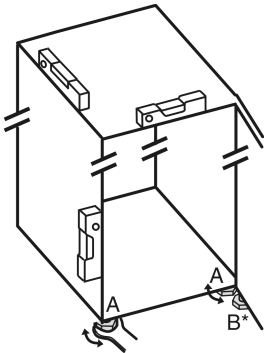

Fig. 51
- ▶ Stellfüße Fig. 51 (A) mit beiliegendem Gabelschlüssel und mit Hilfe einer Wasserwaage herausdrehen, bis das Gerät fest und ebenstehend ausgerichtet ist.
- ▶ Stellfuß Fig. 51 (B) am Lagerbock mit beiliegendem Gabelschlüssel herausdrehen, bis er auf dem Boden aufliegt.
- ▶ Stellfuß Fig. 51 (B) um 90° weiter drehen.